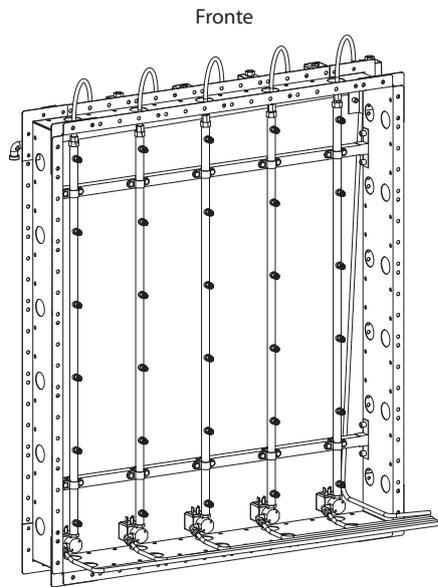

Fig. 3.b
4. le posizioni degli ugelli e dei tappi all'interno di ciascun collettore (Fig. 3.b).